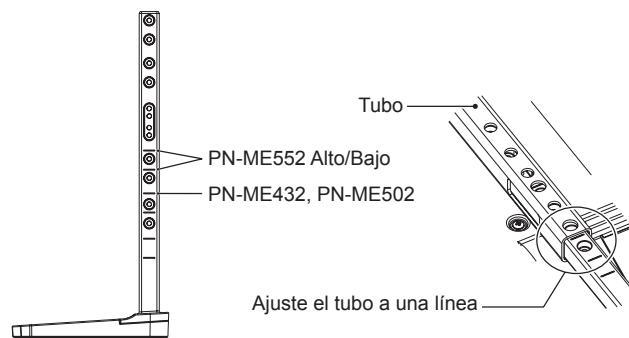

Figura 1
1. Las líneas de la barra de soporte indican las alturas de ajuste (Figura 1). Ajuste el tubo a las líneas.